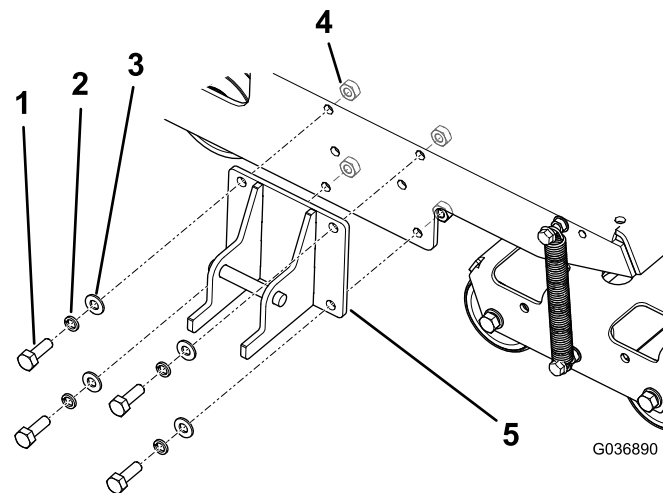

図 4
- 図 4 のように、機体のフレームにロックブラケットを取り付ける。